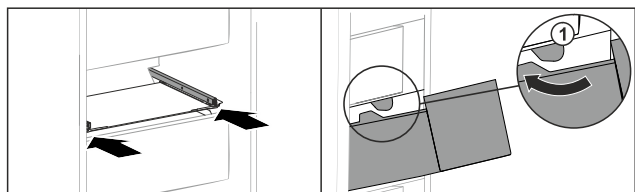

Fig. 156
- ▶ Juhtige sahtel ümber pidurite Fig. 156 (1).